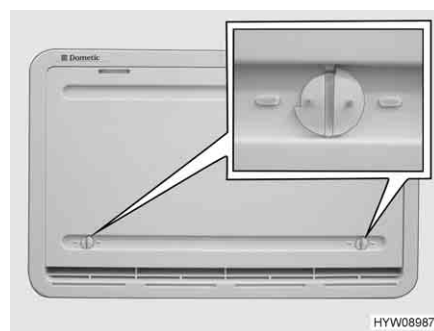

Fig. 182 Copertura invernale (griglia di aerazione del frigorifero)
Le coperture invernali (Fig. 182) proteggono il gruppo frigorifero dall'aria fredda. Posizionare le coperture invernali davanti a entrambe le griglie di aerazione del frigorifero quando la temperatura esterna scende al di sotto di +10 °C (sia per funzionamento elettrico che a gas).
- Aprire entrambi i bloccaggi (Fig. 182), la scanalatura risulterà orizzontale.